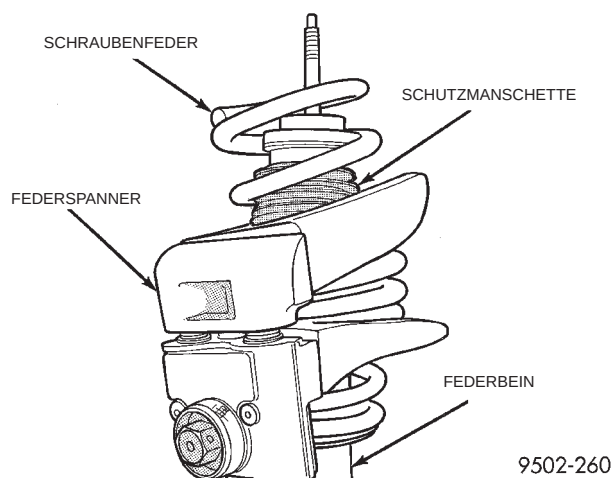

Abb. 93 Schutzmanschette/Stoßdämpfer
(11) Schutzmanschette (Abb. 93) vom Stoßdämpfer abbauen.
(5) Schutzmanschette (Abb. 93) auf die Kolbenstange montieren.